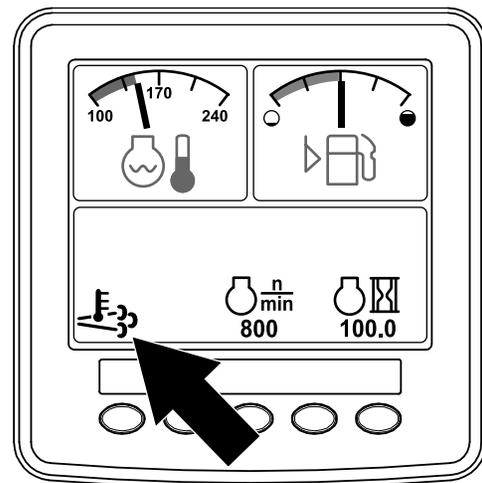

Figure 10
- L'icône de haute température d'échappement  s'affiche sur l'InfoCenter (Figure 10).